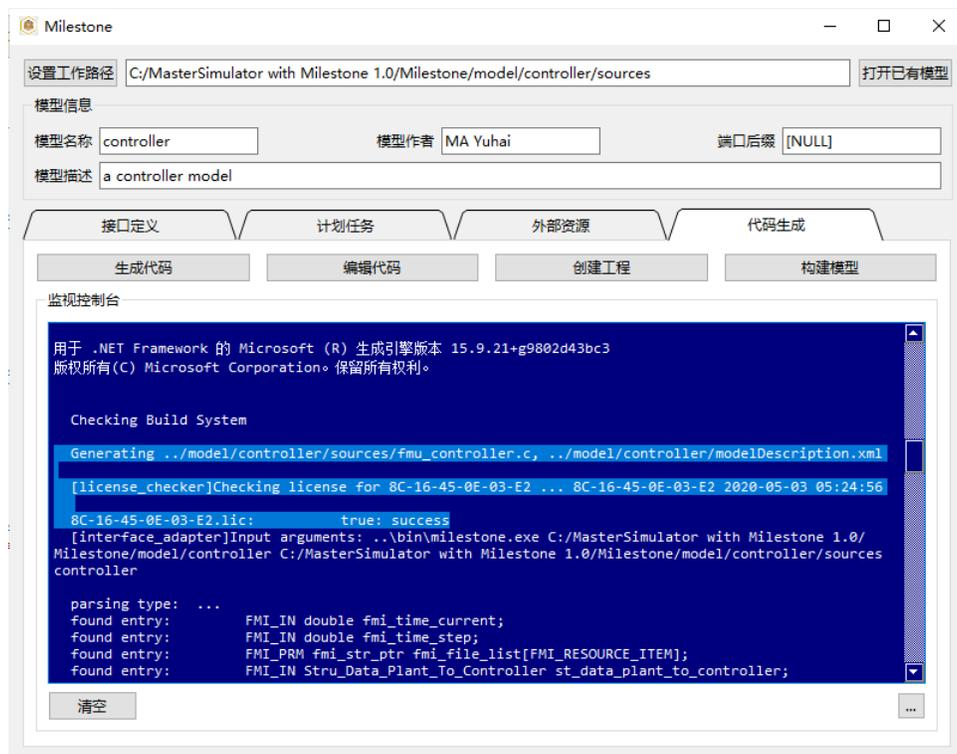

图 4.13: 开始构建，确认授权通过
- 点击“构建模型”, 开始编译、模型打包与测试过程, 如 图 4.13 。请确认工具包授权检测通过, 并生成了相关文件。